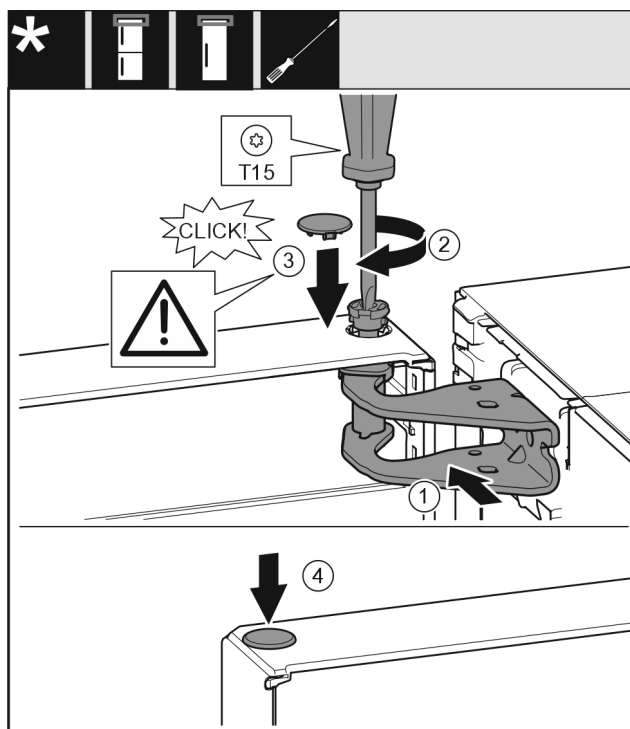

Fig. 26
- Poravnajte gornja vrata prema otvoru u podlošku ležaja. Fig. 26 (1)
- Umetnite svornjak Fig. 26 (2) i pritegnite ga odvijačem.
- Montirajte sigurnosni pokrov Fig. 26 (3) radi osiguravanja vrata: Umetnite sigurnosni poklopac i provjerite naliježe li na vrata. U suprotnom potpuno umetnite svornjake.
- Umetnite čep Fig. 26 (4).